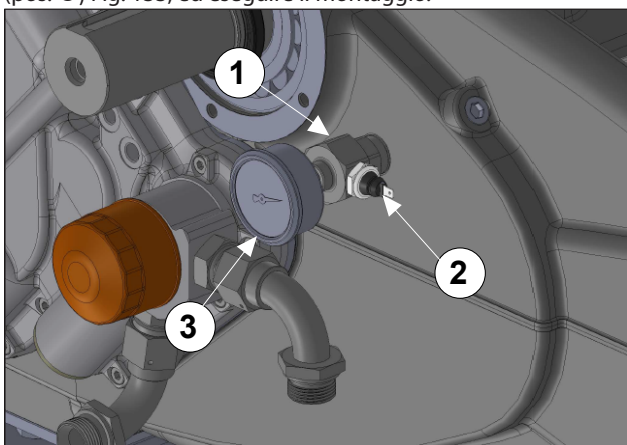

Fig. 133
Utilizzare LOX-EAL sigillareccordi 53-14 o similare per umettare il raccordo (pos. ①), il pressostato (pos. ②) e il manometro (pos. ③) Fig. 133, ed eseguire il montaggio.